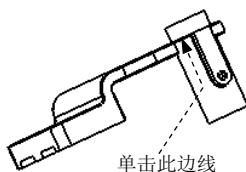

图 11.2.18 选取参考
(1) 在“绘图视图”对话框中,选取类别区域中的可见区域选项,在视图可见性下拉列表中选择局部视图选项。
(2) 绘制局部视图的边界线。
① 在系统选择新的参考点。单击“确定”完成。的提示下,单击图 11.2.18 所示的边线。